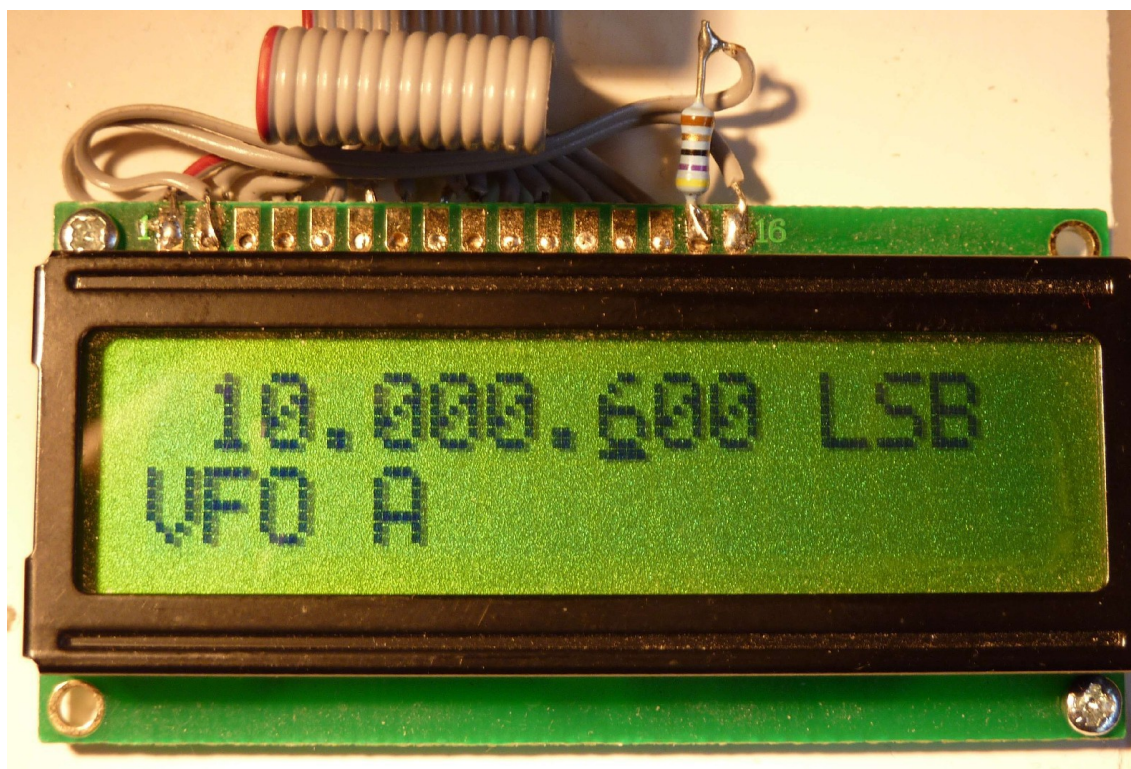

Fig 6 : Connexions de l'afficheur LCD et résistance 47 ohm entre broche 15 et 2 (+5V). Connexion entre broche 16 et 1.
- Retirer 2 mm d'isolant au bout de chaque fil. Reportez-vous à la Fig 6, et soudez les 14 fils
- **Connexion du rétroéclairage sur J1** : Attention, les indications suivantes s'appliquent uniquement aux afficheurs LCD fournis par SDR-Kits : utilisez les 2 fils retirés précédemment de la nappe, soudez-en un entre la pin 1 et la pin 16. Soudez une patte de la résistance de 47 Ohm en 15 du connecteur du LCD, et l'autre patte de la résistance en 2 du connecteur du LCD. (cela est visible en Fig 6).
- L'afficheur LCD devrait afficher le message d'accueil visible en Fig 6. Après la mise en route, la fréquence devrait varier en tournant le bouton de commande.